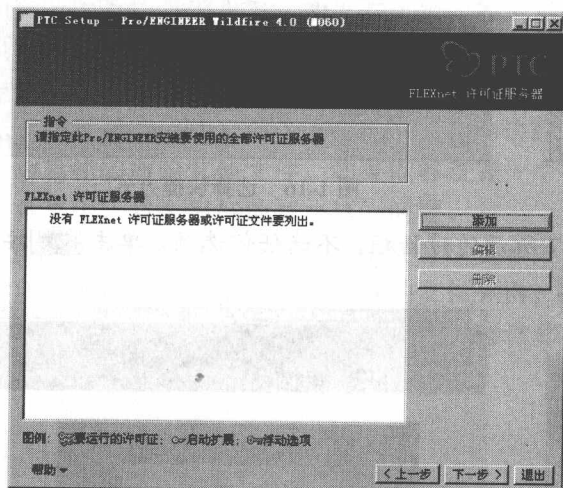

图 1-11 添加许可证服务器
(6) 单击 **下一步 >** 按钮，显示如图 1-11 所示的指定许可证服务器窗口。